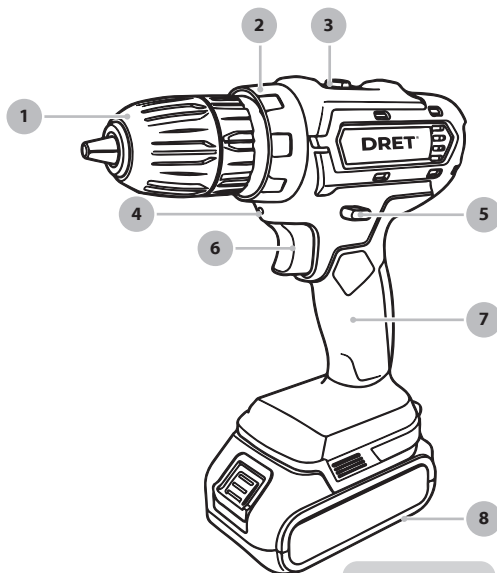

Рисунок 1
Во избежание травм, не завинчивайте крепёж в положении «сверление» (2) муфты крутящего момента №2 (рисунок 1) – в противном случае, при блокировании крепежа изделие передаст на Вас высокий крутящий момент.
- Во избежание повреждения инструмента не изменяйте режим скорости переключателем №3 (см. рисунок 1) во время вращения патрона.